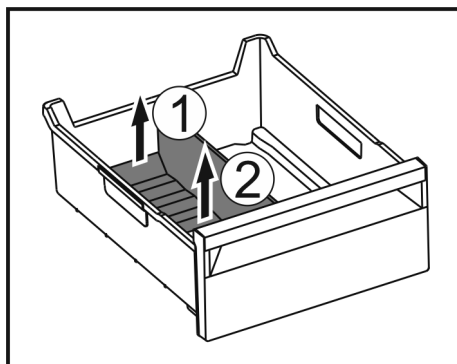

Fig. 106
- ▶ Dvignite zadnji del pregrade predala za led. Fig. 106 (1)
- ▶ Pregrado predala za led odstranite navzgor. Fig. 106 (2)